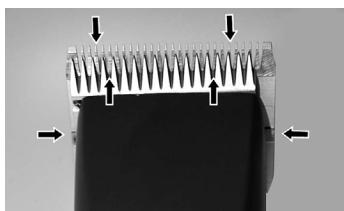

Fig. 22
Para conseguir un buen resultado de esquileo y para alargar la duración de la esquiladora, es imprescindible aplicar una fina capa de aceite sobre las cuchillas superior e inferior (fig. 22).
- ▶ Lubrique los peines suficientemente durante el esquileo (como mínimo cada 15 minutos), para que no marchen en seco (fig. 22).
Es necesario lubricar los peines antes, durante y después de cada uso. Si los peines dejan rayas o se desaceleran, es una señal segura que necesitan aceite. Aplique algunas gotas de aceite de freno lateralmente y frontalmente de los peines (flechas fig. 22). Quite el aceite sobrante por un pañuelo suave y seco. Aerosoles lubricantes no contienen suficientemente aceite para una buena lubricación, pero son convenientes para la refrigeración de los peines. Cambie de inmediato peines dañados o dentados a fin de evitar heridas.